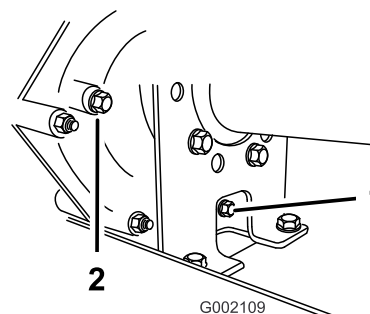
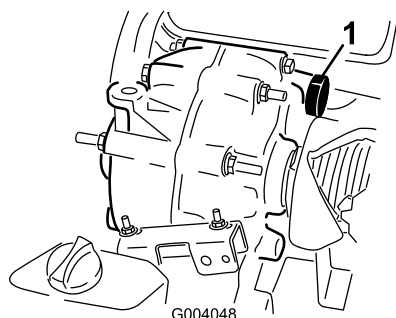

Figura 47
Figura 48
2. Limpie la zona alrededor de los tapones de vaciado y llenado con un trapo (Figura 47).
4. Retire el indicador girándolo en sentido antihorario (Figura 47).
5. Retire el indicador girándolo en sentido antihorario (Figura 47).
6. Instale y apriete el tapón de vaciado y la junta en el orificio de llenado de la transmisión (Figura 47).
7. Llene el depósito (Figura 48) a través del orificio de llenado con aproximadamente 1,4 litros de aceite del tipo especificado, hasta que el nivel de aceite de la transmisión esté enrasado con el borde inferior de la rosca (Figura 47).
8. Instale y apriete el tapón y la junta en el orificio de llenado de la transmisión (Figura 47).
10. Compruebe el nivel de aceite y añada más si el nivel de aceite está por debajo de las roscas del orificio de llenado (Figura 47).